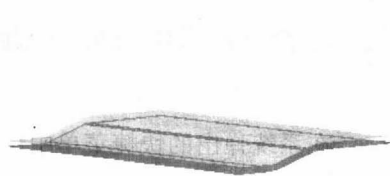
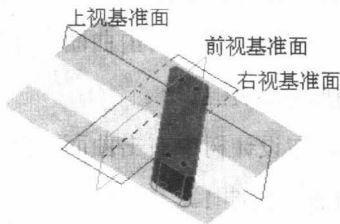
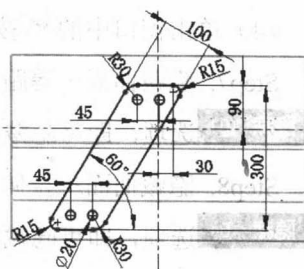

图 2.4 曲面一等距 1
图 2.5 拉伸 1
图 2.6 横断面草图
(4) 单击窗口中的  按钮，完成曲面一拉伸 1 的创作。
Step3. 创建图 2.4 所示的曲面一等距 1。
(1) 选择命令。选择下拉菜单 **插入(I)** → **曲面(S)** → **等距曲面(O)** 命令，系统弹出“等距曲面”窗口。
(2) 定义等距曲面。选取曲面一拉伸 1 作为等距曲面。
(3) 定义等距参数。
① 定义等距方向。单击  按钮，反转等距方向。
② 定义等距数值。在“等距曲面”窗口的  按钮后的文本框中输入数值 12.0。
(4) 单击窗口中的  按钮，完成曲面一等距 1 的创作。
Step4. 添加图 2.5 所示的零件特征——拉伸 1。
(1) 选择下拉菜单 **插入(I)** → **凸台/基体(B)** → **拉伸(E)** 命令。
(2) 定义特征的横断面草图。
① 定义草图基准面。选取右视基准面作为草图基准面。
② 定义横断面草图。在草绘环境中绘制图 2.6 所示的横断面草图。绘制此草图时，先绘制直线和相切弧，建立几何约束，然后再绘制其中的四个圆，并建立相等约束，最后建立尺寸约束并修改为设计要求的尺寸。